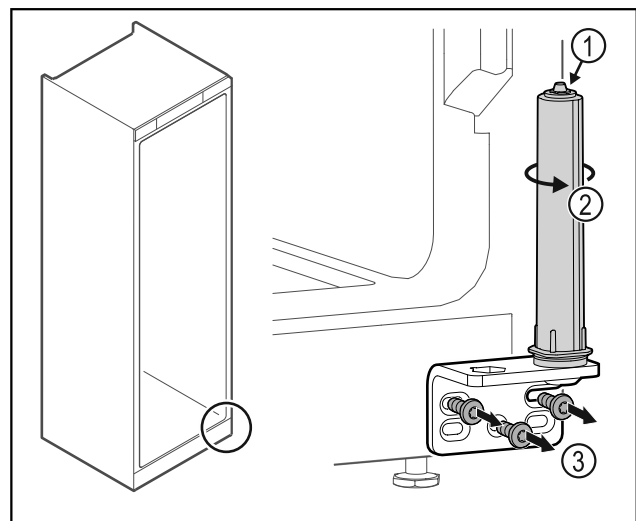

Fig. 38
- ▶ Türschließsystem Fig. 38 (1) nicht zerlegen.
- ▶ Schließsystem Fig. 38 (2) drehen, bis es klickt.
- ▶ Scharnierwinkel abschrauben Fig. 38 (3).